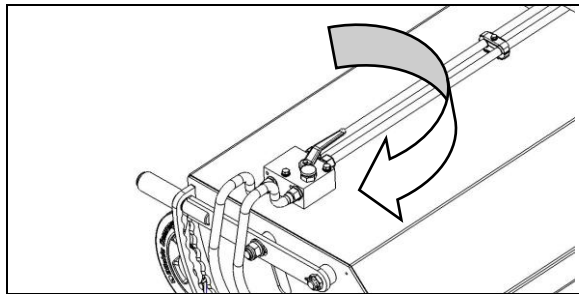
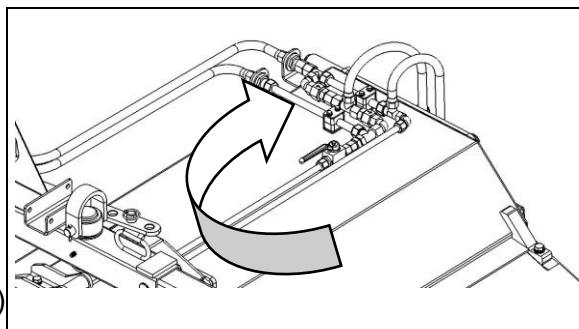

Fig. 4.13
Fig. 4.14
- Ouvrir la vanne d'arrêt vers le moteur hydraulique de la brosse latérale (fig. 4.13) ainsi que vers le vérin hydraulique du bac de ramassage (fig. 4.14).